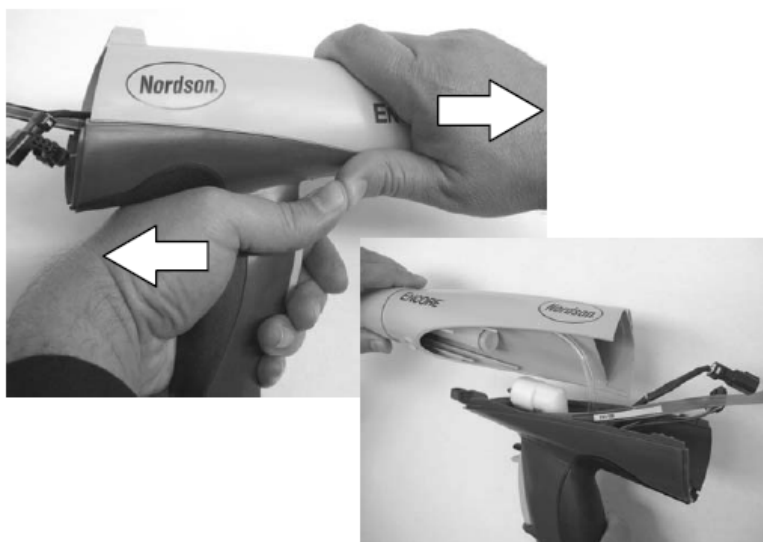

图 5-6 拆开枪把与枪身
6. 如图 5-6 所示。一只手握住枪把，另一只手握住枪身。双手拇指靠在一起，反向同时拉拔，分开枪身与枪把。